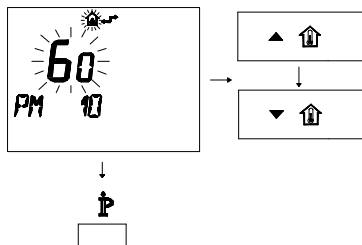

Figura 5.88
- Per modificare il SET programmato agire sui pulsanti  $\blacktriangle$   $\uparrow$  o  $\blacktriangledown$   $\uparrow$  e aspettare che il numero programmato cominci a lampeggiare (Figura 5.88).